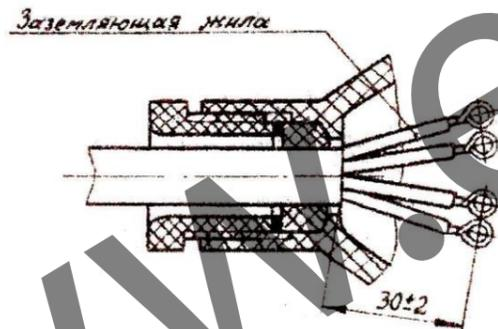

Рис.2
- разделить концы кабеля (см. рисунок 2);